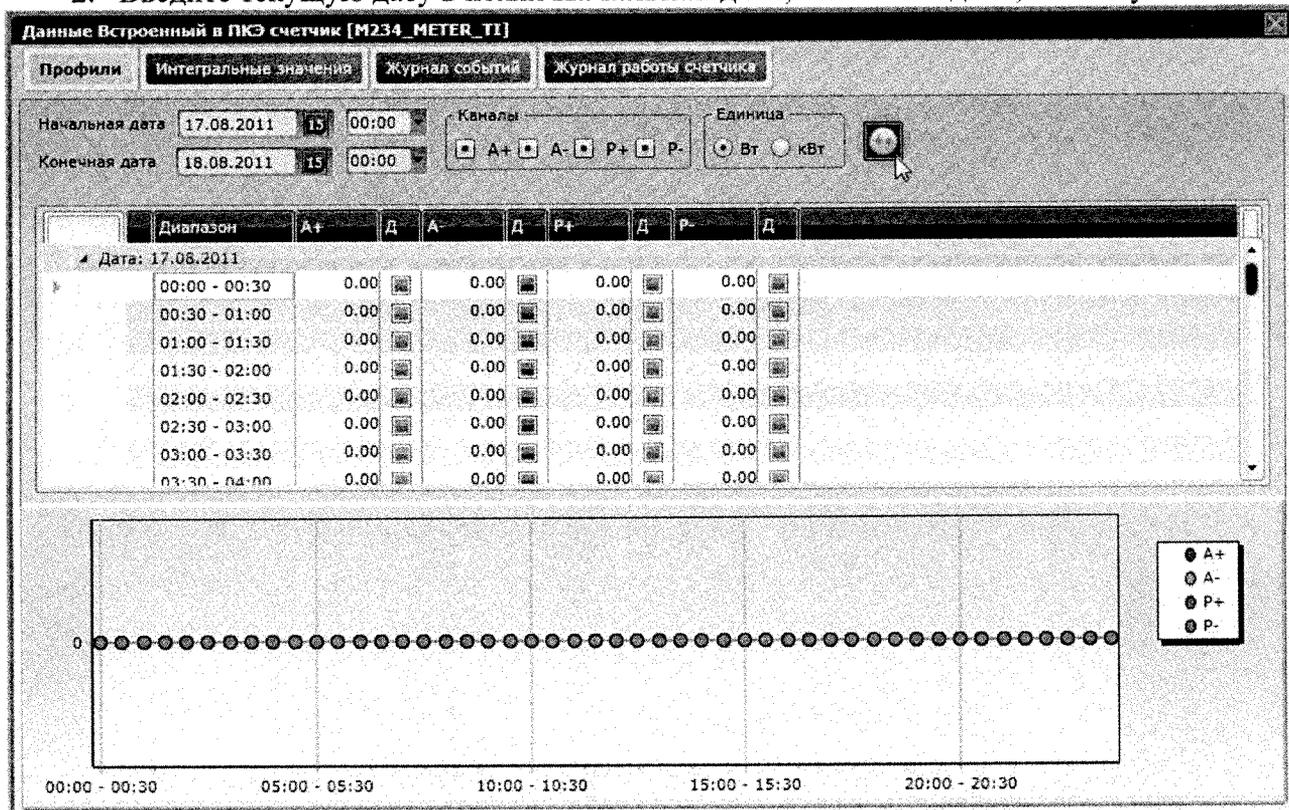

Рисунок 2 – Данные изделия ТМКЭ.GSM по профилям нагрузки счетчика
2. Введите текущую дату в полях **Начальная дата**, **Конечная дата**, см. Рисунок 2.